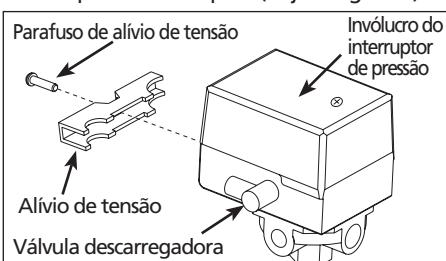

Figura 1
- Remova o parafuso de alívio de tensão e alívio de tensão para separar totalmente o conjunto dos fios de ligação do corpo do interruptor (Veja a Figura 1).